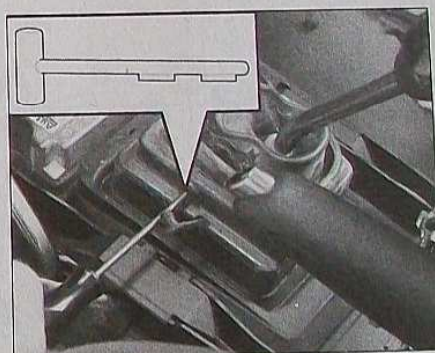

FIG. 11
- introduire l'outil de réglage sur le côté gauche du boîtier (outil Peugeot 0216-M) et le tourner d'un quart de tour (Fig.11).